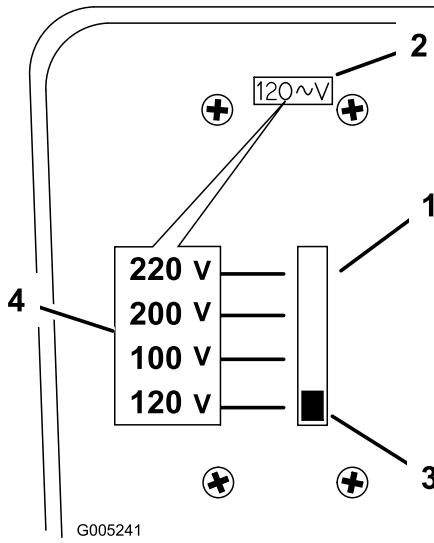

Figure 14
1. Localisez le sélecteur de tension au dos du chargeur (Figure 14).
2. Réglez la tension en déplaçant le commutateur du sélecteur vers le haut ou le bas jusqu'à la tension voulue (Figure 14).